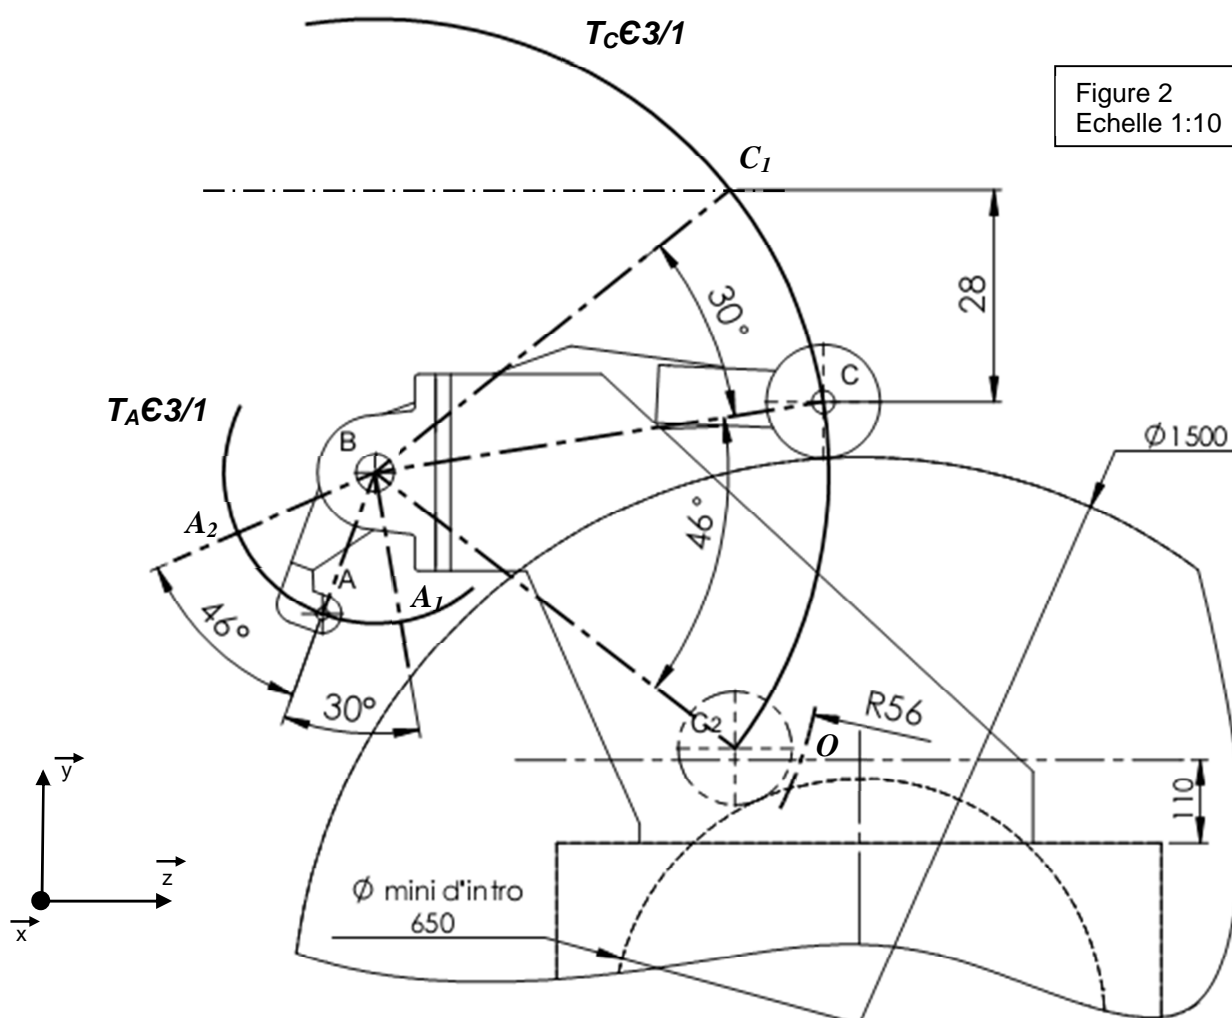

Figure 2
**Remarque :** Tous les tracés sont à faire sur la figure 2. Pour les mouvements et les trajectoires, **indiquer** les rayons, les centres et les axes.
Q9.2 : **Préciser** la nature de la trajectoire du point C appartenant au bras presseur 5 par rapport au châssis 1. **Tracer** et **repérer** la sur la figure 2.
Q9.3 : **Placer** sur la figure 2, le point C en position haute (appelé C1). La position basse déjà tracée, est appelée C2.
Q9.4 : **Préciser** la nature de la trajectoire du point A appartenant au levier 3 par rapport au châssis 1. **Tracer** et **repérer** cette trajectoire sur la figure 2.
Q9.5 : **Placer** sur la figure 2, le point A en position haute (appelé A1) et en position basse (appelé A2).
Q9.7 : **Déterminer** et **placer** sur la figure 2, le point d'ancrage du corps de vérin (appelé O), tel que OA1 = E.
Q9.9 : Sur la figure 2, **mesurer** et **calculer** la distance réelle entre le point O et le point A2.